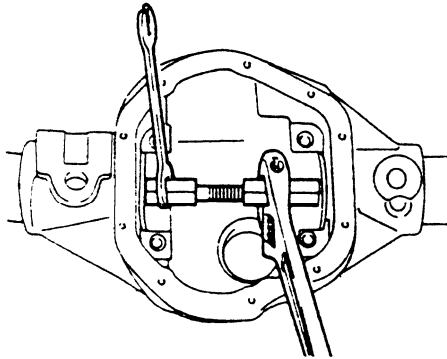

图 4-116 安装半轴齿轮轴承外座圈
(1) 用专用工具 D-112 螺栓、D-112-1 接头来安装后半轴油封及导槽。
(2) 当安装油封时，确定位置为一直线，切勿歪斜。
(3) 转动螺栓组至无法转动为止，此时油封则组装完成。按图 4-116 所示将差速器壳及虎钳固定。在组合差速小齿轮与半轴齿轮前须将各部分涂抹润滑油。组装半轴齿轮及垫圈，用手支撑并安装到位，然后装上差速小齿轮以固定在半轴齿轮。